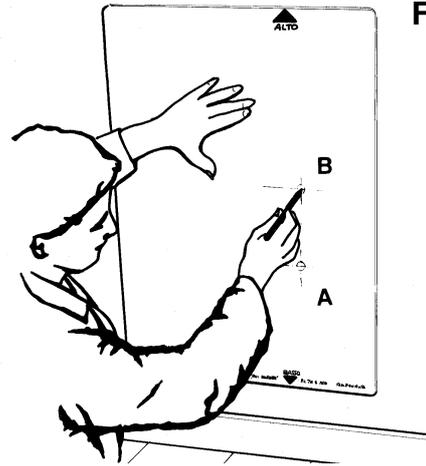

Fig.4
3.4 Togliere dall'imballo aperto, la maschera di carta sulla quale è riprodotta la dimensione di massima del radiatore ed i fori di riferimento A e B. Il foro A ha il compito di riferire la posizione desiderata del terminale, in rispetto delle distanze previste dalla normativa (Fig. 4). Approfittare di questo momento per controllare il materiale necessario per il montaggio, contenuto nella confezione del terminale: